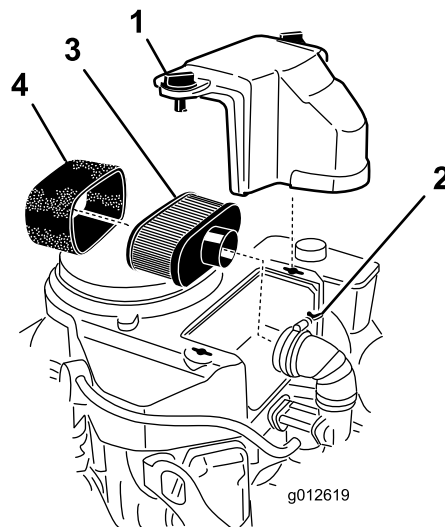

Bild 30
3. Reinigen Sie den Bereich um den Luftfilter herum, um zu verhindern, dass Schmutz in den Motor eintritt und Schäden verursacht (Bild 30).
4. Schrauben Sie die Handräder der Abdeckung ab und entfernen Sie die Luftfilterabdeckung (Bild 30).
5. Schrauben Sie die Schlauchklemme los und entfernen Sie den Luftfilter (Bild 30).
6. Ziehen Sie den Schaumstoffeinsatz vorsichtig vom Papiereinsatz (Bild 30).
Wichtig: Reinigen Sie den Papierfilter nicht sondern tauschen Sie ihn aus (Bild 30).
1. Schieben Sie den Schaumstoffeinsatz vorsichtig auf den Papierluftfiltereinsatz (Bild 30).
2. Schieben Sie den Luftfilter auf das Luftfilterunterteil und befestigen Sie ihn mit den 2 Flügelmuttern (Bild 30).
3. Setzen Sie die Abdeckung des Luftfilters auf und ziehen Sie das Handrad der Abdeckung fest (Bild 30).